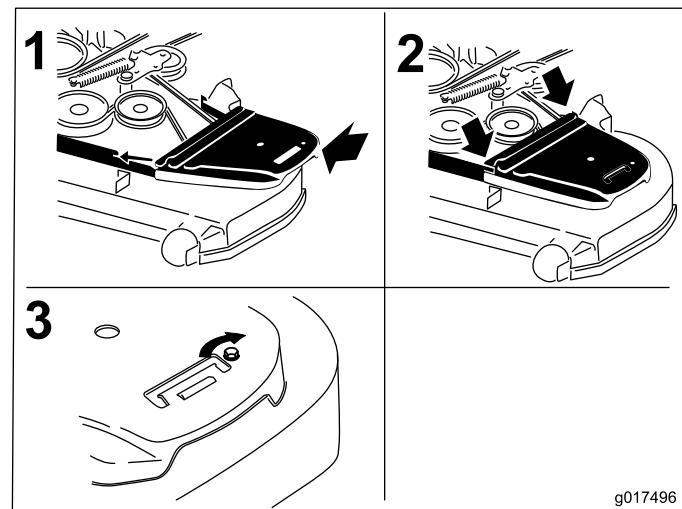

Figura 57
- Montate i paracinghia (Figura 57).